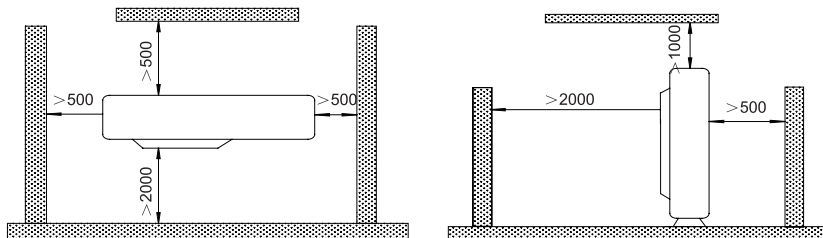

Fig. 3
① . Installez l'équipement là où il est impossible de le pencher de plus de 5°.
② . Pendant l'installation, si l'équipement extérieur doit être exposé à un vent violent, serrez-le fermement.
- (1). Si possible, n'installez pas l'équipement dans un emplacement exposé directement au soleil. (Si nécessaire, installez un volet n'obstruant en rien le débit d'air.)
- (2). Dans la mesure du possible, installez l'équipement extérieur à l'écart de la poussière ou de l'humidité de la pluie.
- (3). Installez l'équipement extérieur dans un emplacement adéquat pour le brancher à l'équipement intérieur.
- (4). Installez l'équipement extérieur dans un emplacement permettant l'évacuation de la condensation d'eau en mode chaud. Éloignez les animaux et plantes de l'air chaud.
- (5). Prenez en compte le poids du climatiseur et choisissez un emplacement où le bruit et les vibrations sont limités.
- (6). Installez l'équipement extérieur dans un emplacement pouvant supporter le poids de l'équipement et produisant le moins de bruit et de vibrations possibles.
- (7). Garantisseez l'espace indiqué dans la Fig. 3, de sorte à éviter que le débit d'air ne soit obstrué. De même, pour un fonctionnement efficace, laissez trois des quatre directions libres.